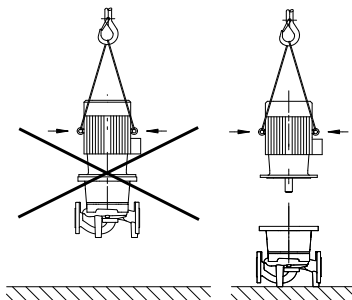

Fig. 6: Transport des Motors (Prinzipdarstellung)
- Werden am Motor Transportösen angebracht, so sind diese nur zum Transport des Motors, nicht aber der ganzen Pumpe zugelassen (Fig. 6).